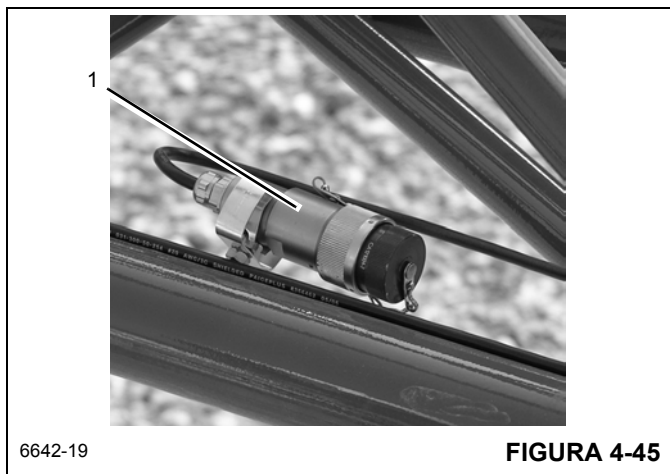

FIGURA 4-45
- c. Passe o cabo através da extensão da lança e armazene o conector (1, Figura 4-45).